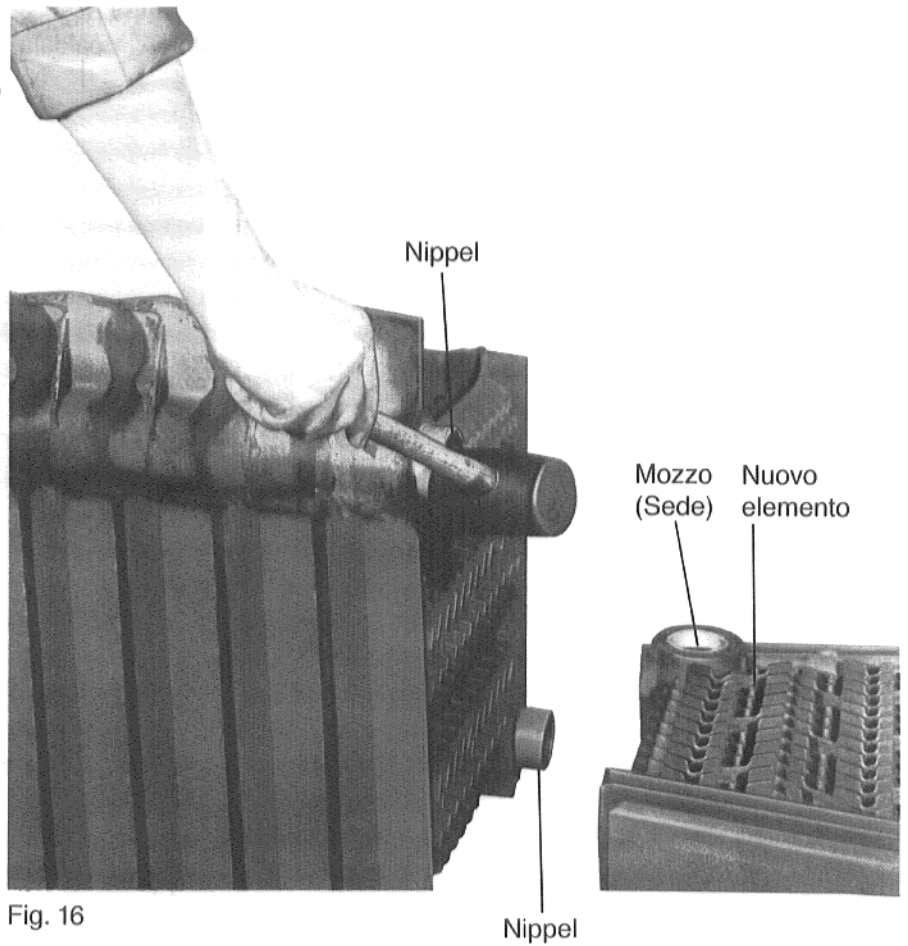

Fig. 16
- Battere il nippel nella sede con un martello in gomma oppure interponendo una tavoletta di legno duro. Osservare che il nippel sia collocato ben dritto (Fig. 16).